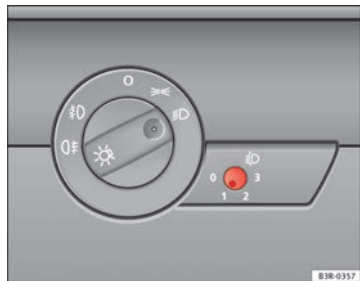

Fig. 88 Regulación del alcance de las luces
- Pulse brevemente el botón  ⇒ **fig. 88**, para sacarlo de su posición de ajuste.